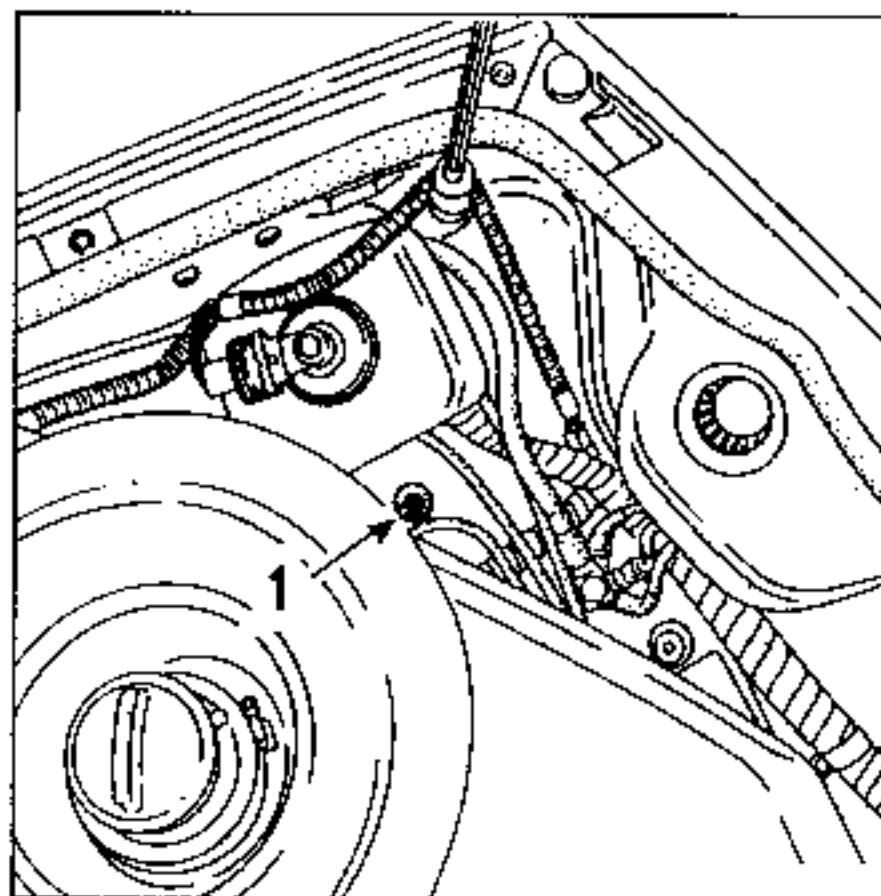
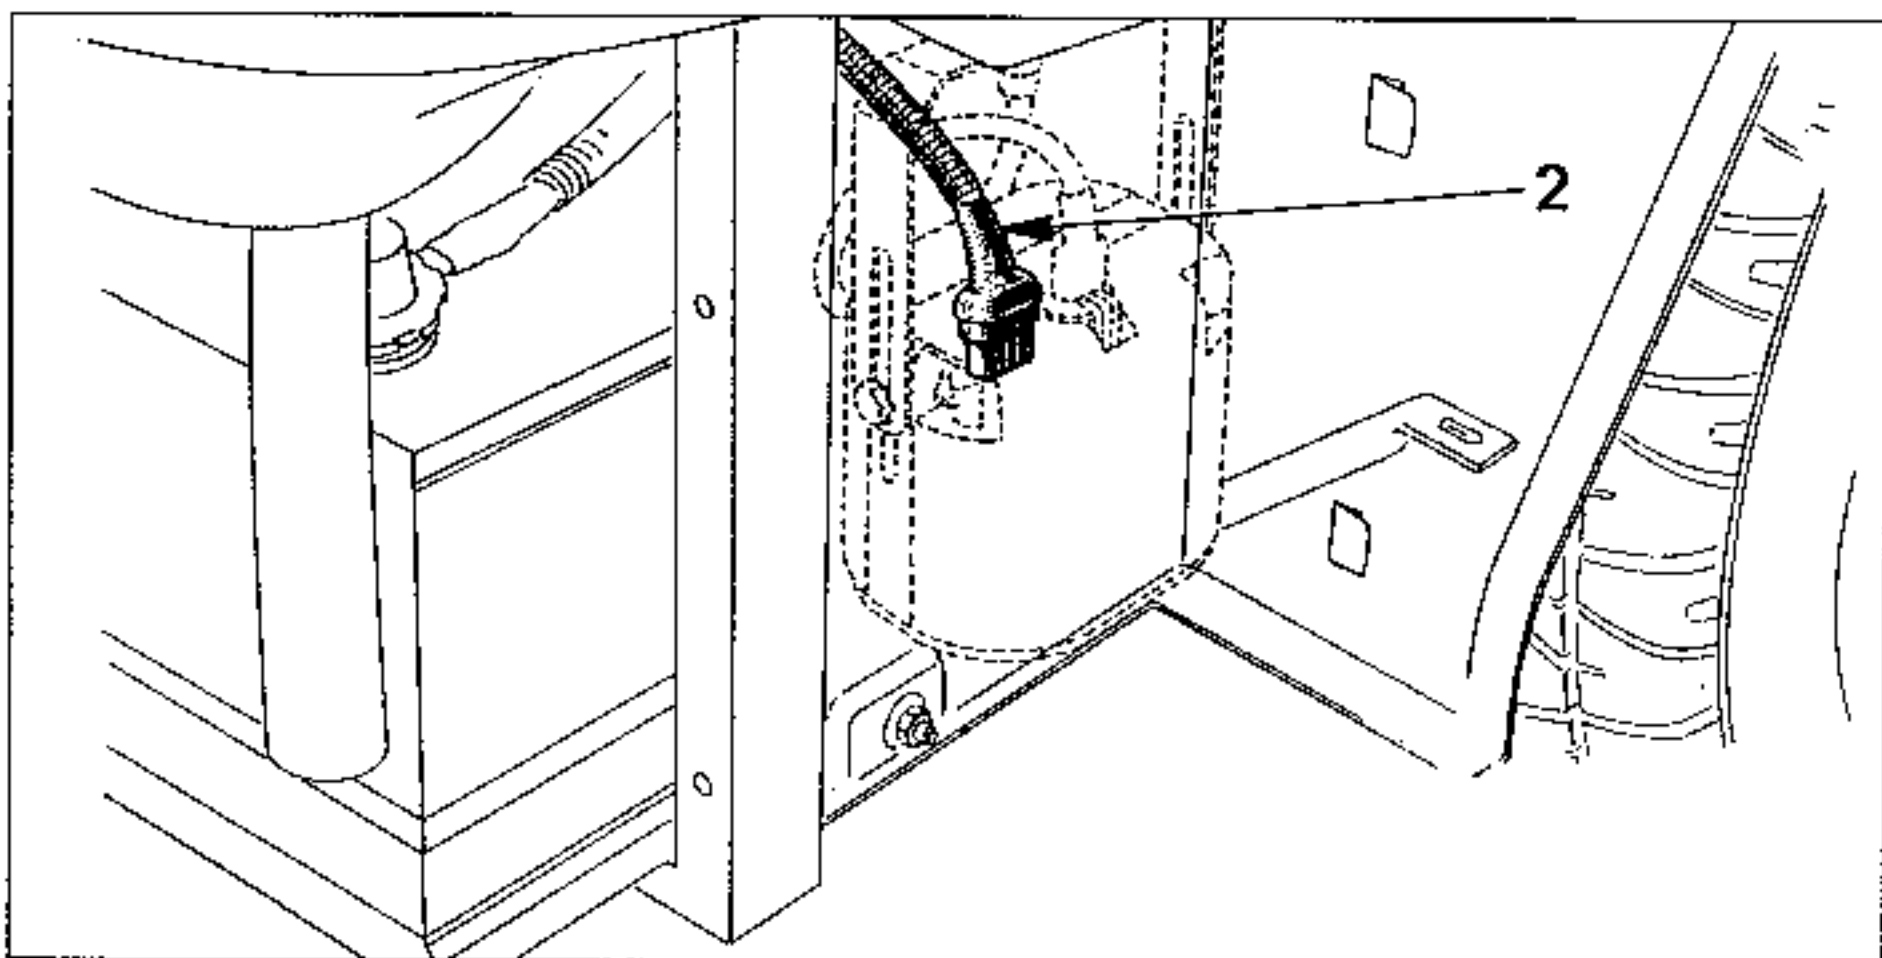

Fig. 5
Fig. 6
- Déposer la trappe d'accès à la batterie maintenue à la partie supérieure par une vis (1) (Fig. 5) accessible dans le compartiment avant, afin d'accéder au précâblage (2) (Fig. 6) (fixé avec le câblage GMV) localisé au dessus de la batterie.